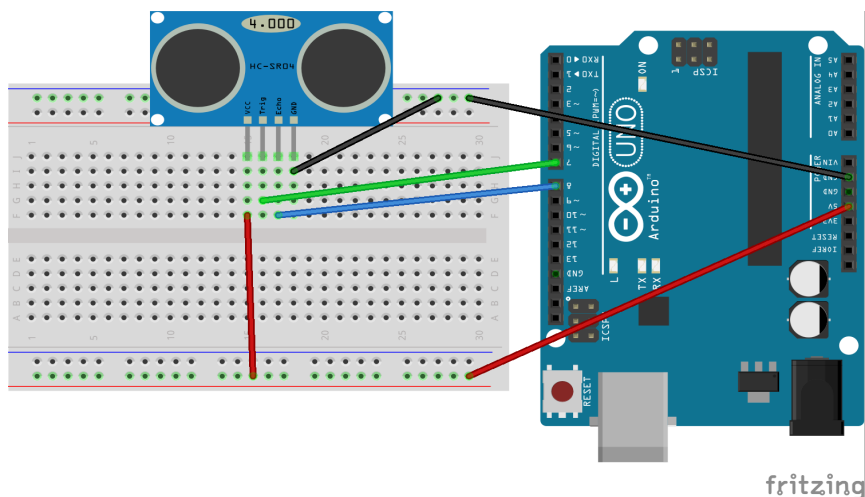

図 7.1.5: 演習 7.1.1 のブレッドボード
- (1) 図 7.1.5 の回路をブレッドボードに組む。作図の都合上、超音波センサが正面を向いているが、実際に配線するときは、裏側に向けたほうがよい（配線に超音波が反射してしまうかもしれない）。